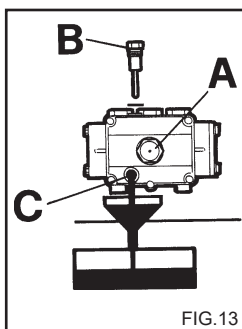

FIG.13
- 2) Открутите пробку с щупом (Рис. 13).